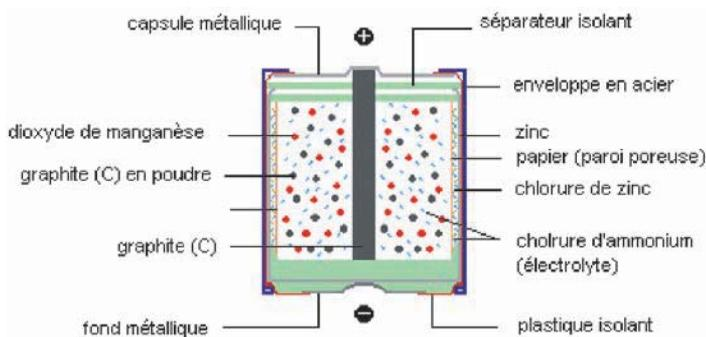

Figure 6 Schéma d'une coupe de la pile leclanché.
b) Dans le deuxième compartiment on a une tige en graphite en contact direct avec du dioxyde de manganèse  $\text{MnO}_2$  solide et du graphite en poudre. L'électrode de graphite constitue le **pôle positif** (figure 6).